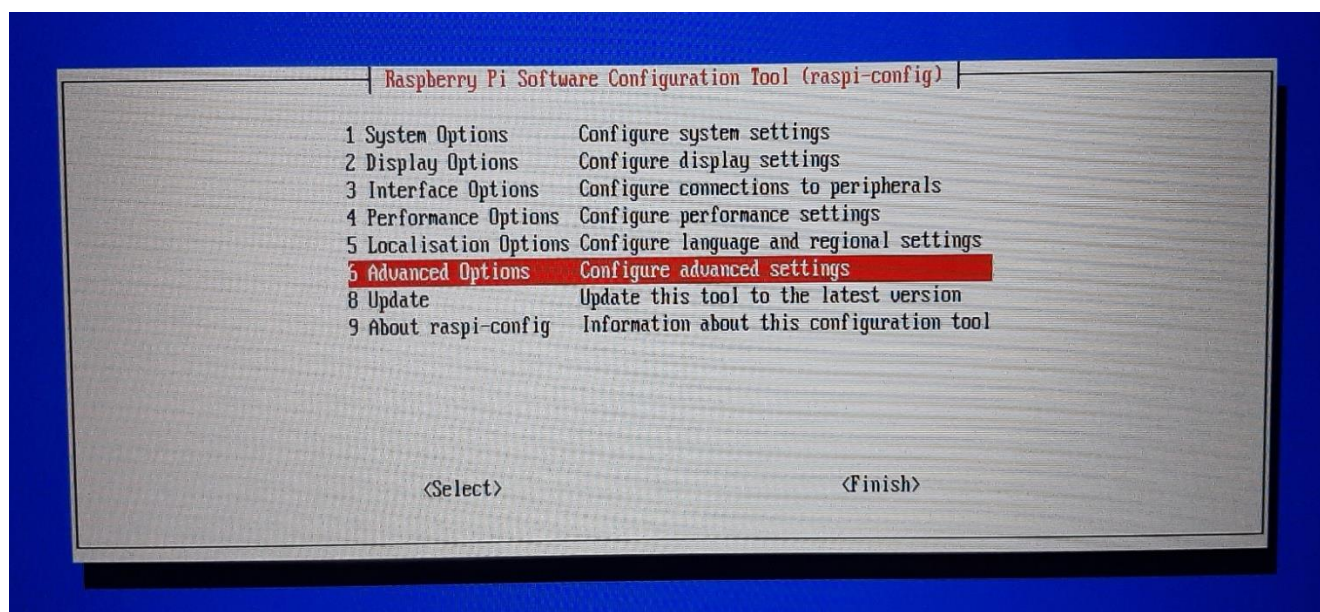

Рис.13 Пункт A6 Advanced Options
- в появившемся окне программы `raspi-config` выбрать последовательно, как показано на Рис. 13 -17.